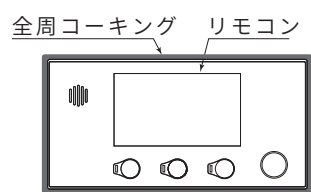
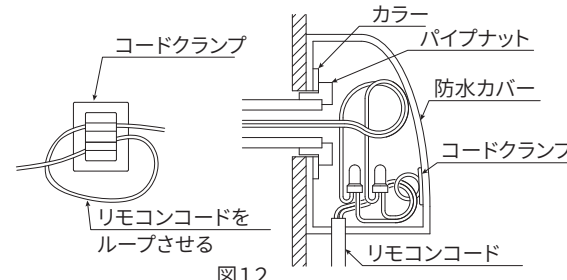

図4
図12
8. リモコンの外周（図4・5）および防水カバーの外周（図12）のコーキング（壁内部への水の浸入の防止）を行ってください。
5. リモコン外周を必ず全周コーキングしてください。（図4・5・6）コーキングを忘れるとリモコン内部に水が入り故障の原因になります。
4. 裏面パッキンの剥離紙をはがし、図4の指定位置にコーキングします。（図4・5・6）
8. 接続部が防水カバー内に収まるよう、クランプで固定します。また、防水カバー外周のコーキングを行ってください。（図12）